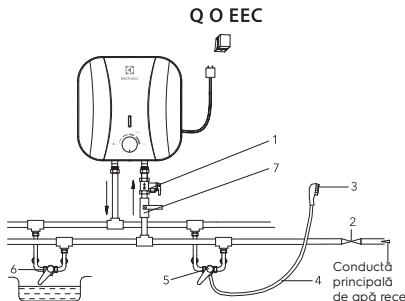

Fig. 5
4. Dacă este necesar să implementați un sistem de alimentare cu apă pentru mai multe puncte de apă, utilizați metoda de conectare (vezi fig. 5).